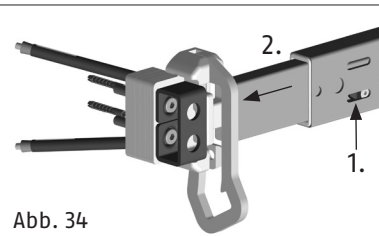

Abb. 34
3. Riegel durch eine Schlüsselumdrehung ausschließen und Schlüssel abziehen (Sperrbügelstellung). Riegelstellschraube 1. (Abb. 34) lösen und Riegelrohr soweit verschieben, bis ein geeigneter Befestigungspunkt für den Schließkasten erreicht ist. Auf festen Untergrund für die Verschraubung ist zu achten. Falzstärke mit Anschraubplatte und ggf. Kunststoffunterlagen ausgleichen. Bei Falzstärken < 16 mm empfehlen wir die Verwendung der Schlosskörperunterlage. Schließkastenposition markieren. Bei festgelegter Riegelstellung die Riegelstellschraube 1. (Abb. 34) festdrehen.